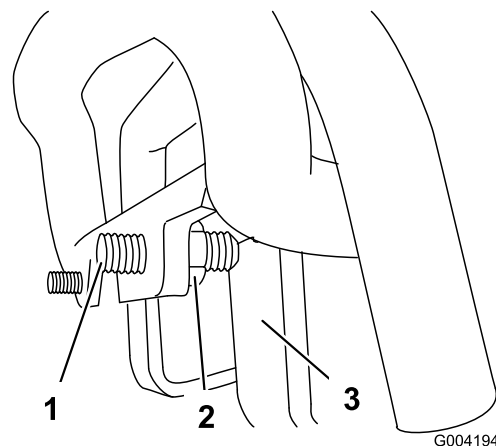

Figura 58
3. Se la macchina devia verso **sinistra**, allentate il controdado **destra** e regolate la vite di arresto sulla parte anteriore del comando della trazione (Figura 58).
4. Se la macchina devia verso **destra**, allentate il controdado **sinistro** e regolate la vite di arresto sulla parte anteriore del comando della trazione (Figura 58).